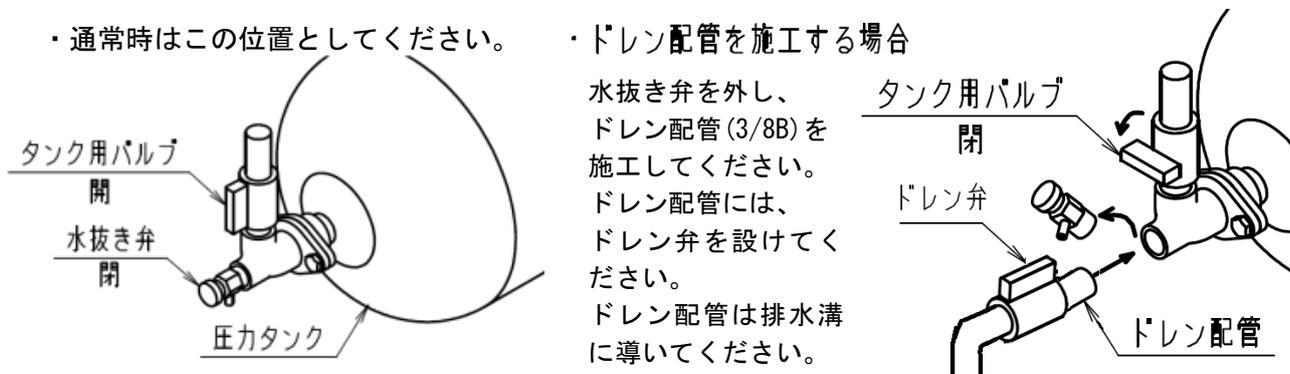

図4 圧力タンク用ドレン配管の施工方法
- (1) 直結給水ブースタポンプに接続する配管は、耐圧力が十分なものをご使用ください。
- (2) 配管材質は、赤水対策品を使用し、直結給水ブースタポンプに吸込配管、吐出し配管の荷重がかからないよう、十分な配管支持をしてください。
- (3) 吸込側給水管
- (4) 吐出し側給水管
- (5) 流入側圧力センサを取付けてください。メンテナンス用バルブの水を抜くか、またはメンテナンス用バルブを開いてから、圧力センサをねじ込んで取付けてください。
- (6) ドレン配管を施工する場合は水抜き弁を外し、ドレン配管(3/8B)を施工してください。ドレン配管には、ドレン弁を設けてください。ドレン配管は排水溝に導いてください。(図4)